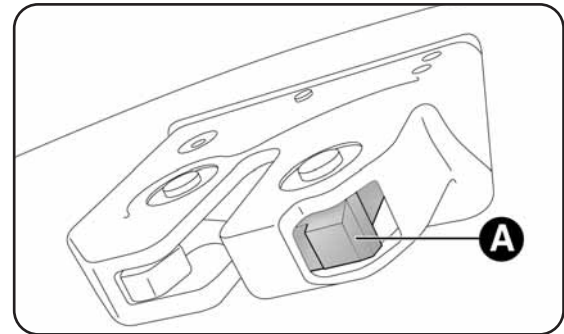

fig. 60
- actionner le levier A-fig. 60.